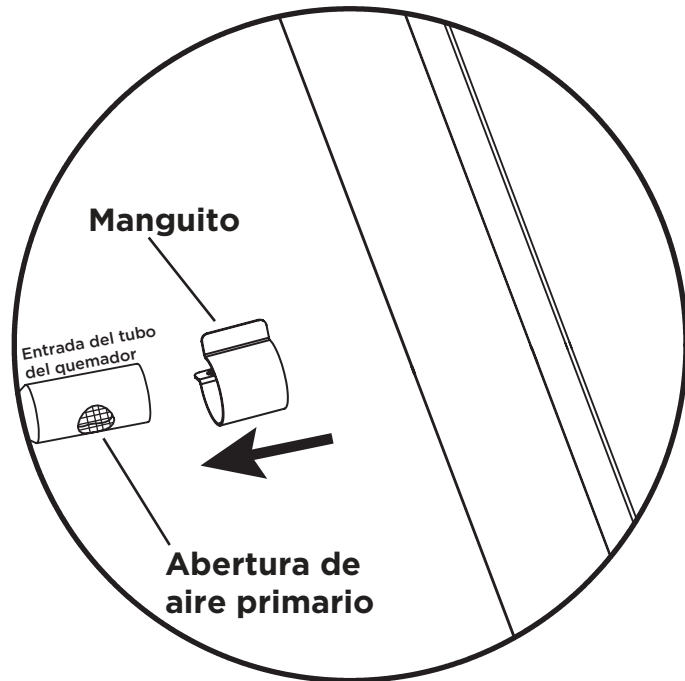

Fig. 1
7. Deslice el manguito sobre la abertura de aire primario (consulte la Fig. 1). Seguidamente, atornille la nueva espita del orificio de gas natural (NG) en la entrada del tubo del quemador (consulte la Fig. 2).